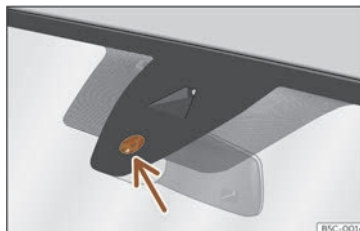

Fig. 103 Surface sensible du détecteur de pluie.
Les causes possibles d'anomalies et d'interprétations erronées dans la zone de la surface sensible >>> fig. 103 du détecteur de pluie peuvent être :
- Nettoyez régulièrement la surface sensible du détecteur de pluie » fig. 103 (flèche) et vérifiez l'état des balais.